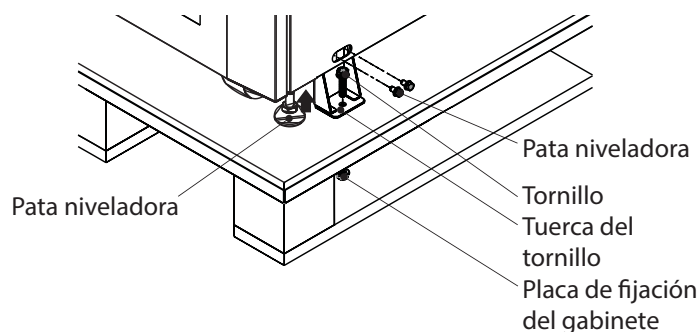

Figura 4.4
3. Retire las cuatro placas de fijación (Figura 4.4) y afloje las patas de nivelación girándolas en sentido opuesto al de las manecillas del reloj, elevándolas por arriba del nivel de las ruedas. El gabinete del UPS puede ahora rodarse fuera de la tarima y bajarse por la rampa. Al menos tres personas deben estar presentes para mover el UPS al área de instalación, dos para soportar cada lado del UPS y una tercera para guiar el UPS a su ubicación final.